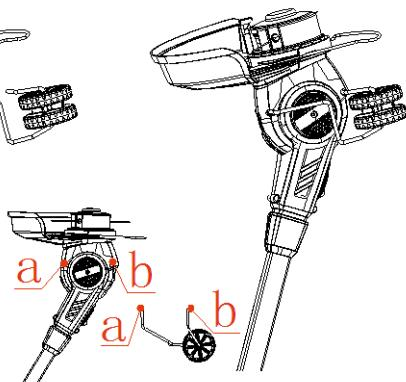

Рис. 4С
- Закрепите кронштейн ограничителя в специальные отверстия а и б, как показано на рисунках 4А, Рис.4В и Рис.4С.